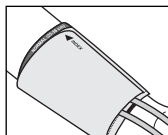

Рис. 7
5. На застегнутой манжете метка «INDEX» должна указывать на область «NORMAL» (рис. 7). Это означает, что манжета подобрана правильно и соответствует размеру окружности плеча. Если метка указывает на область обозначенную «» или левее, то манжета мала и показания могут быть завышены на 5 мм рт.ст. и более. Если метка указывает на область «» или правее, то манжета велика и показания могут быть занижены на 5 мм рт.ст. и более.